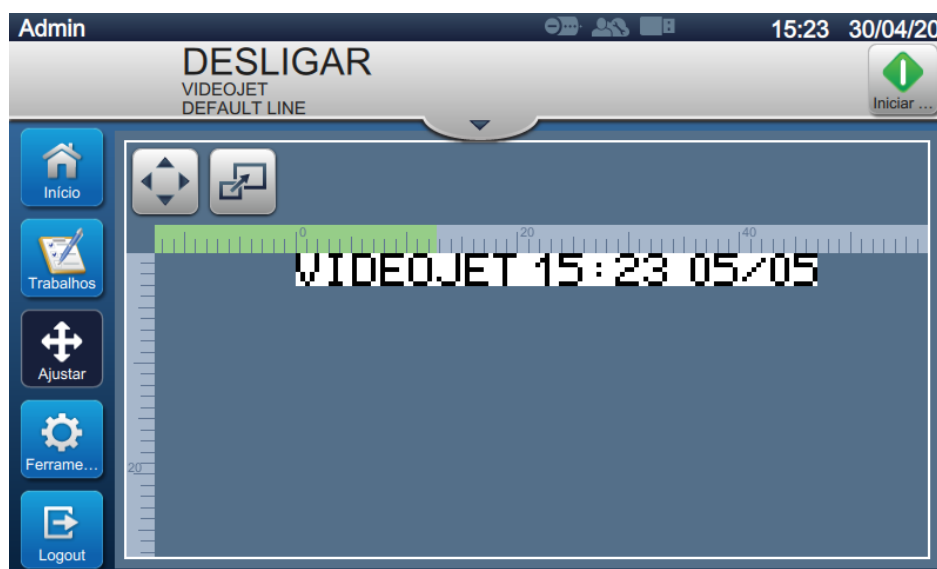

Figura 4-8: Ajustar janela
1. Toque no botão  na página inicial. A tela abre como mostra a Figura 4-8.